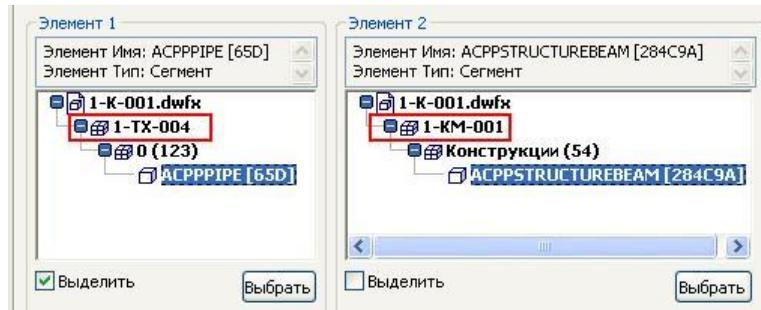

Рис. 138
- В нижней части окна **Результатов** можно увидеть, в каких файлах находятся пересекающиеся объекты. Это файлы проекта **1-TX-004** и **1-KM-001** (Рис. 138).